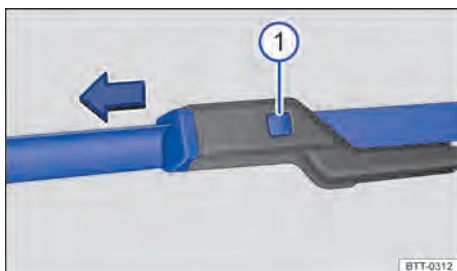

Fig. 182 Substituir as palhetas dos limpadores do para-brisa.
- Manter o botão de destravamento → Fig. 182 ① pressionado e, ao mesmo tempo, retirar a palheta do limpador do para-brisa no sentido da seta.